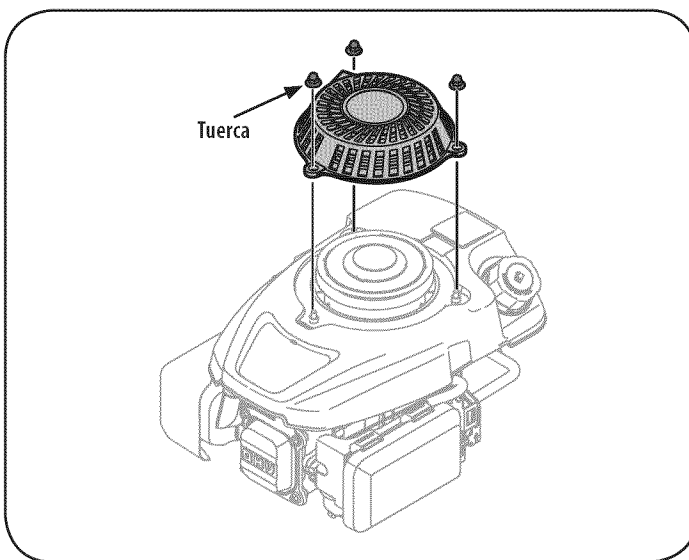

Figura 19
1. Retire las tuercas que aseguran el bastidor de retroceso, como se muestra en la Figura 19 y retire.